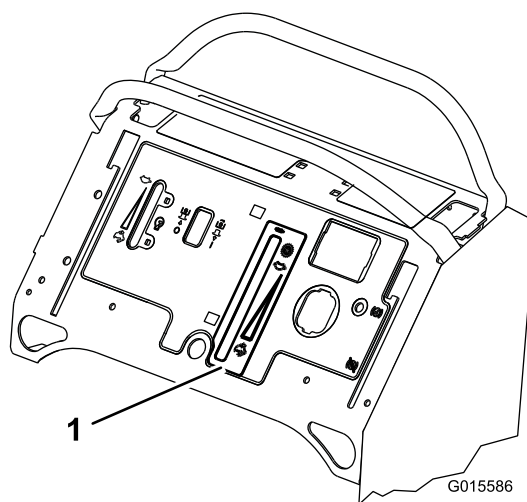

Figure 10
2. Placez l'autocollant comme indiqué sur la machine (Figure 10).